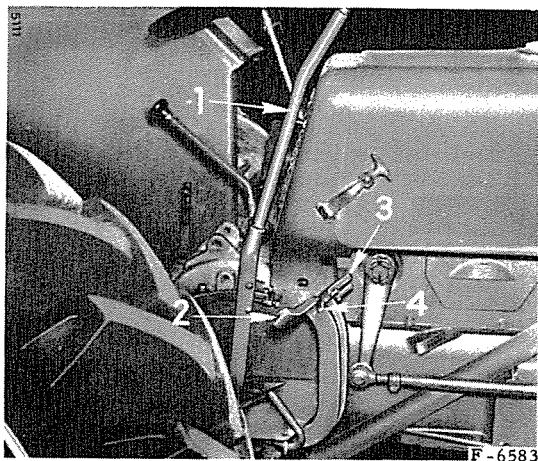

Fig. 59. — 1. Levier de frein à main. - 2. Pédale de frein droite. 3. Pédale de frein gauche. 4. Cliquet de verrouillage.
Les freins sont composés de disques qui agissent sur les deux côtés de la transmission. Quand les deux pédales sont couplées par le cliquet (4) fig. 59, les deux freins peuvent être actionnés simultanément.